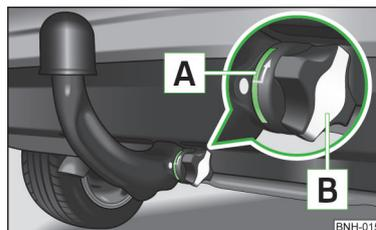

Fig. 109 Sujetar la barra de cabeza esférica correctamente
- ✓ La marca verde **A** » fig. 109 en el volante señala hacia la marca blanca en la barra de cabeza esférica.